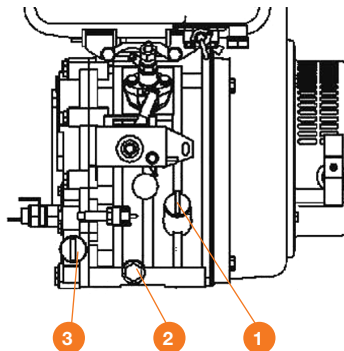

Рис. 13
- Перед заменой масла (Рис. 13) запустите двигатель генератора и дайте ему поработать без нагрузки 2-3 минуты, теплое масло сливается быстрее и полностью.
- Производите очистку масляного фильтра каждый раз при замене моторного масла (Рис. 13).